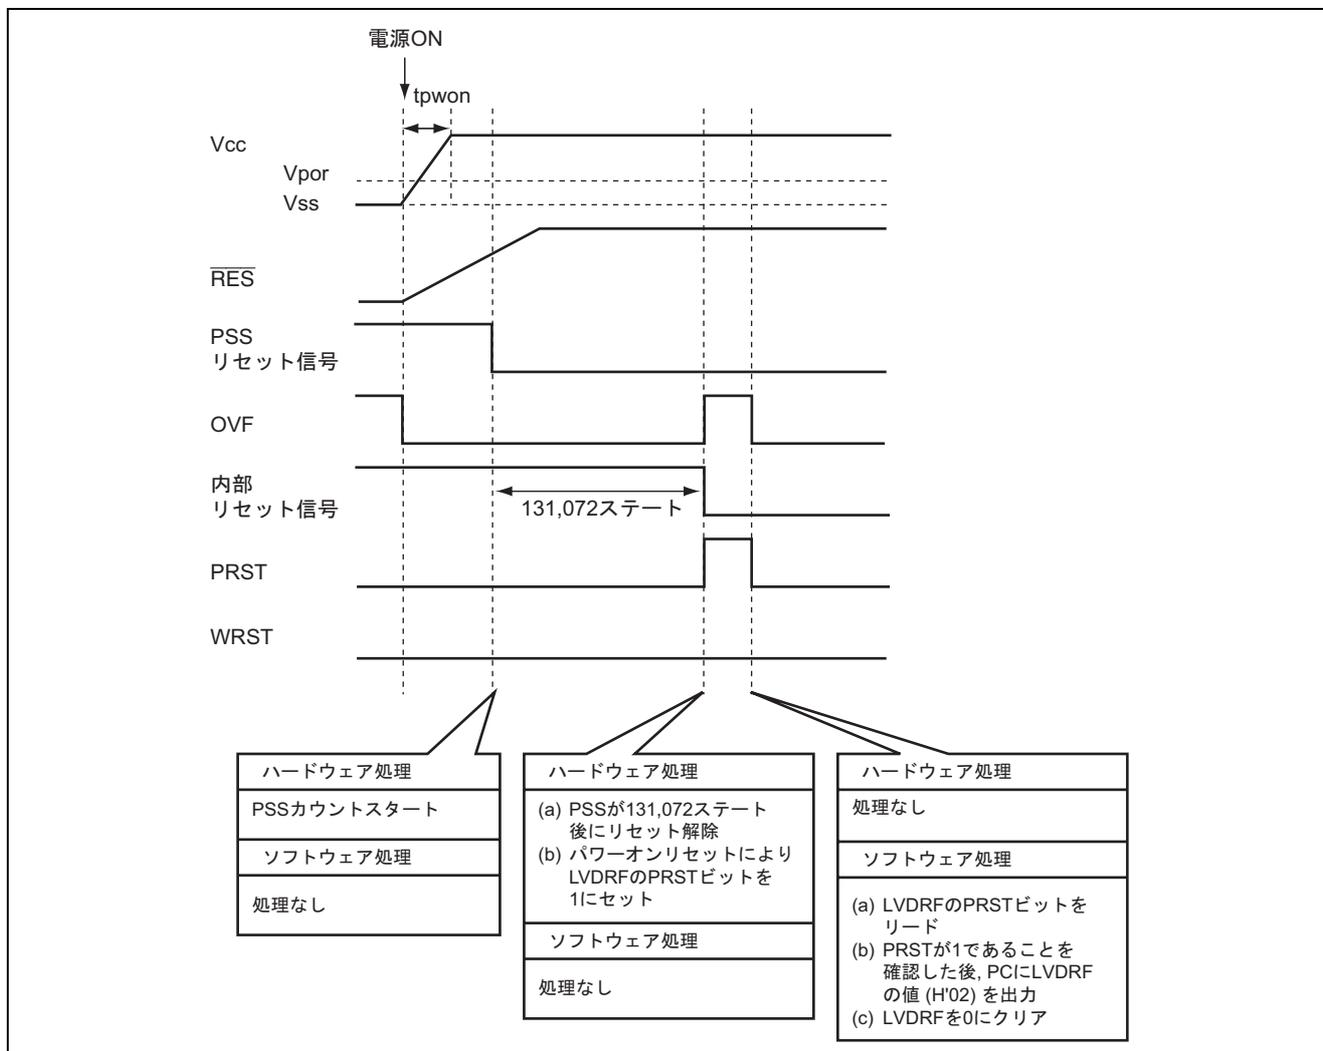

図4 パワーオンリセット回路の動作説明
- 図4にパワーオンリセット回路の動作説明を示します。図4に示すようなハードウェア、ソフトウェア処理により、パワーオンリセットが発生したとき、リセット解除後にLVDRFレジスタをリードすることにより、リセットの要因を判別します。